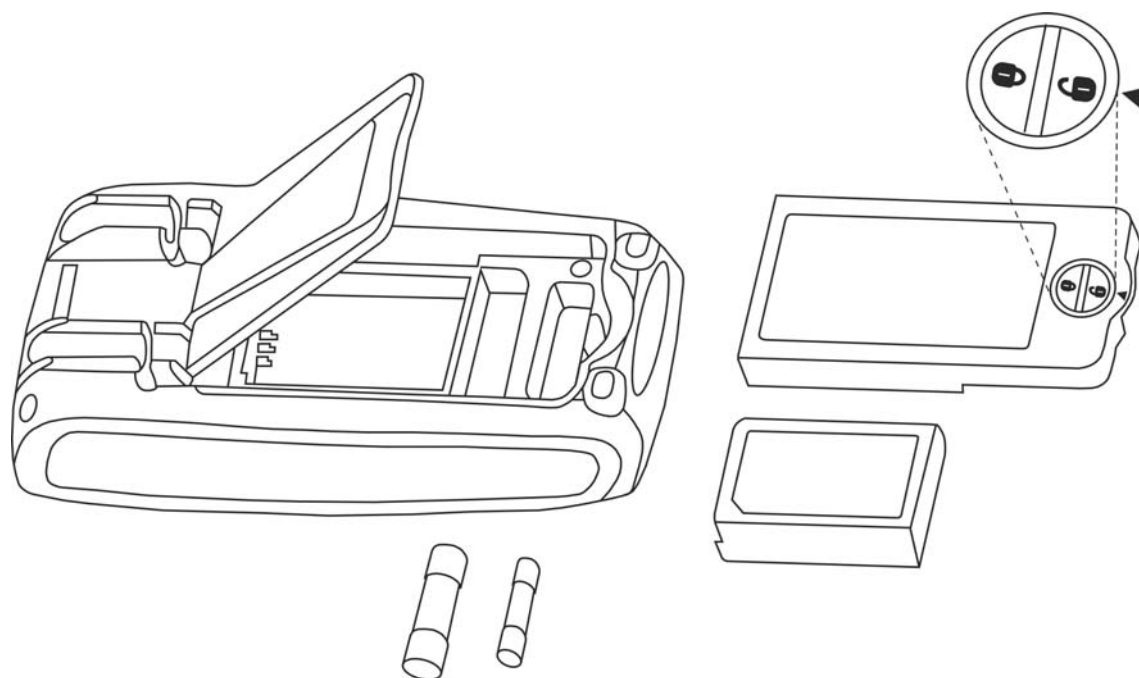

Fig. 34: Sostituzione fusibili interni
2. Ruotare la vite di fissaggio del vano batterie dalla posizione "I" alla posizione "II" e rimuovere lo stesso (vedere Fig. 34)